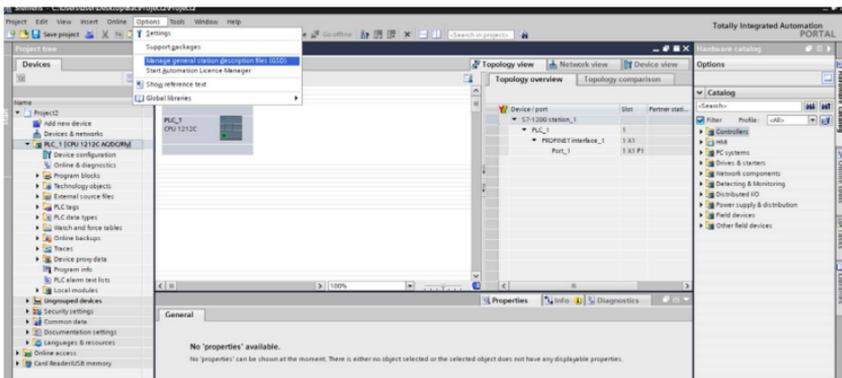
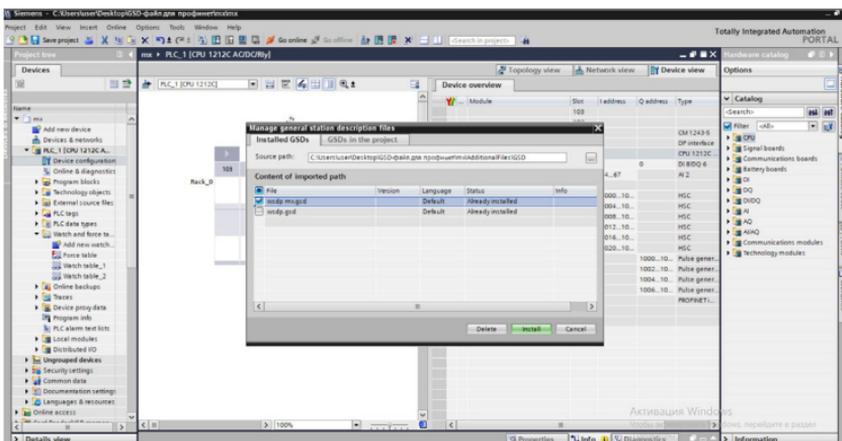

Рисунок 4.6 – Путь для установки GSD-файла
Рисунок 4.7 – Установка GSD-файла
3) В меню «Options» выберите «Manage general station description files (GSD)» (рисунок 4.6), после чего выберите файл GSD, предварительно скачав его на сайте www.instart-info.ru в разделе «Поддержка и сервис» - «Документация»-«Преобразователи частоты серии INPRIME MX», для установки нажать кнопку «Install» (рисунок 4.7). После загрузки закройте окно при помощи кнопки «Close».